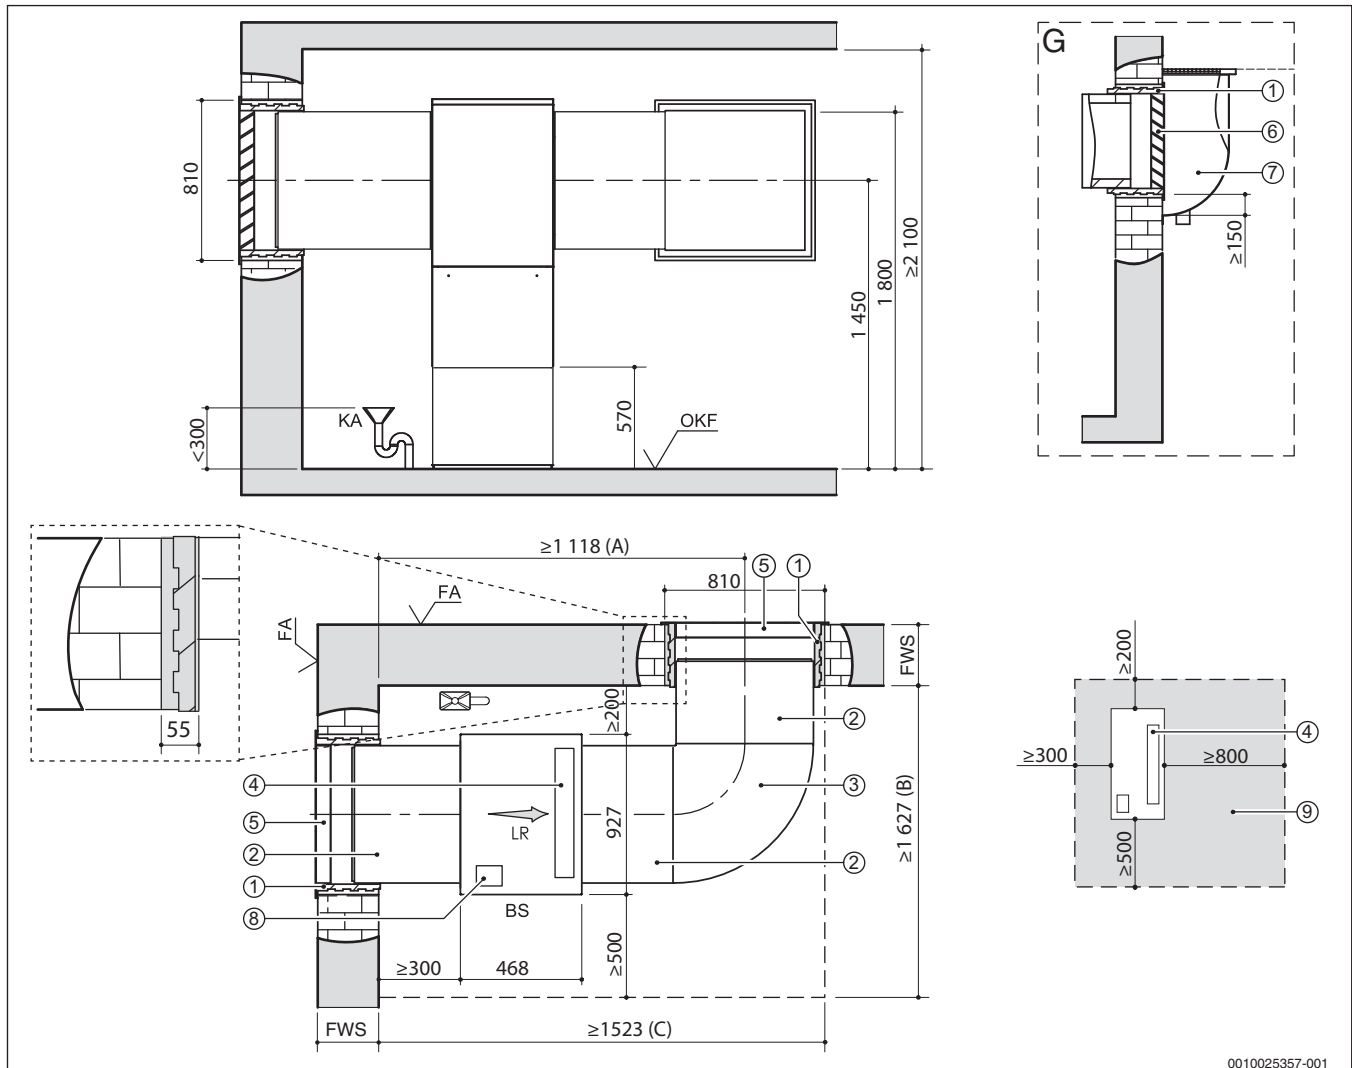
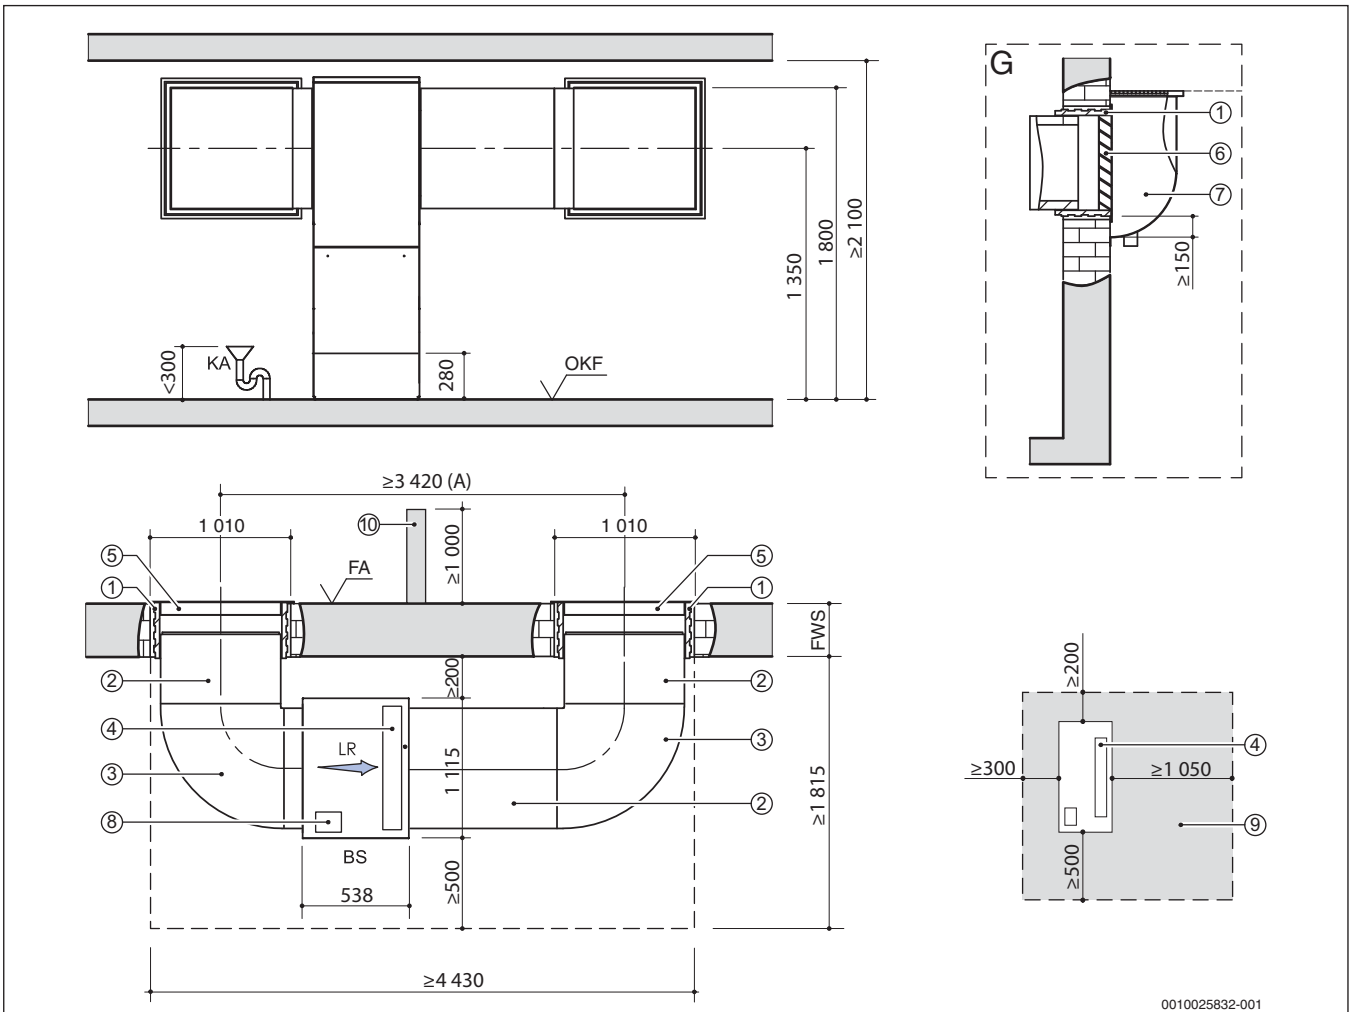

Bild 15 Aufstellplan für WLW196i-6/8 IR mit dem Luftkanalsystem 700 (alle Maße in mm)
Bild 16 Aufstellplan für WLW196i-11/14 IR mit dem Luftkanalsystem 900 (alle Maße in mm)
- Im Aufstellraum muss ein Kondensatablauf vorhanden sein. Die Höhe des Anschlusses ist in den Aufstellplänen eingetragen (\rightarrow Bild 15, Seite 8 und Bild 16, Seite 9).
- Kann aus baulichen Gründen die Luftführung nur an einer Gebäudeseite erfolgen, muss ein Luftkurzschluss verhindert werden. Dies kann über eine Trennwand (\rightarrow Bild 16 [10], Seite 9) oder durch einen ausreichenden Abstand zwischen den beiden Öffnungen erreicht werden.
- 1450 mm für Wärmepumpen mit 6/8 kW (→ Bild 15, Seite 8)
- 1350 mm für Wärmepumpen mit 11/14 kW (→ Bild 15, Seite 9)
Legende für Bild 15 + Bild 16: